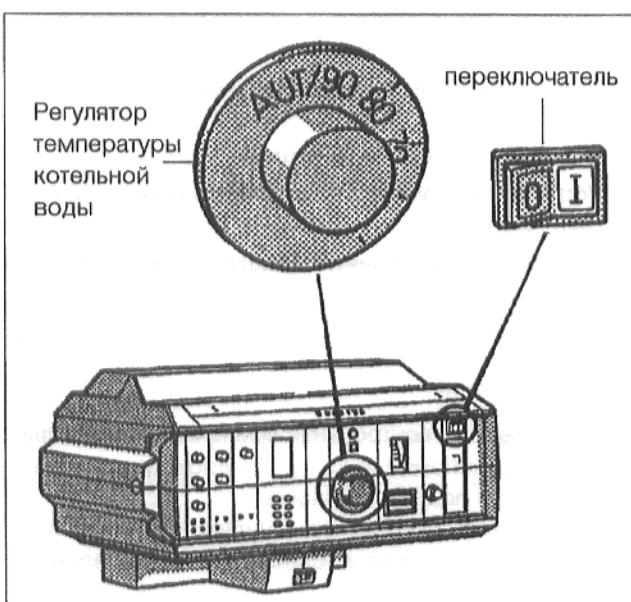

Рис. 2
- Установить переключатель режима работы (рис. 2) на поз. I „ВКЛ.“
- Установить регулятор температуры котельной воды (рис. 2) на желаемую температуру. У „Ecomatic-регулирования“ установить на „AUT“.
- Установить переключатель режима работы (рис. 2) на поз. О „ВЫКЛ.“